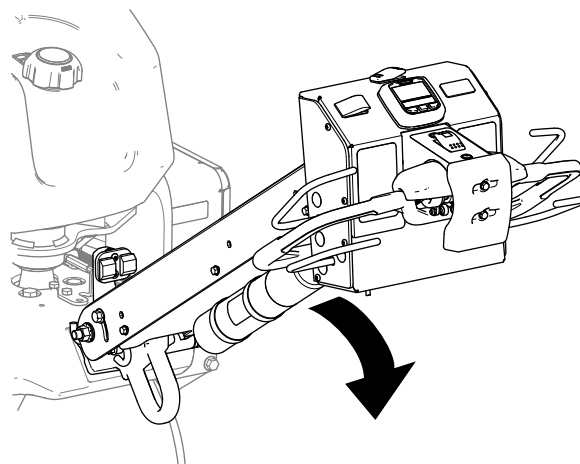

Figura 30
2. Coborâți bara de ghidare (Figura 30).